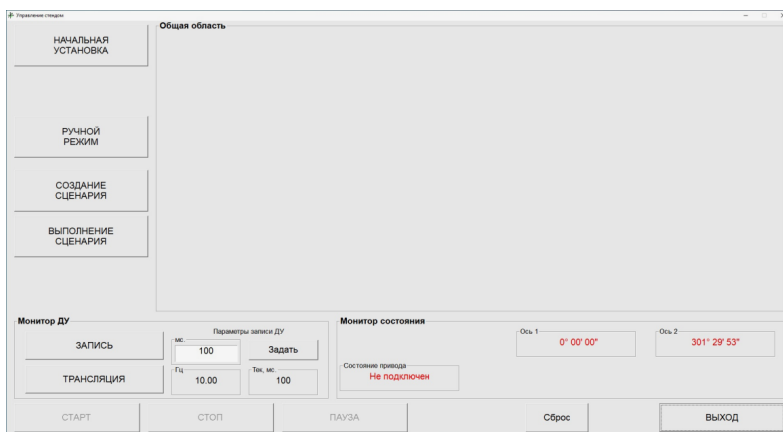

Рис. 4 – Главное окно программы StendControl
- Запустить на персональном компьютере программу StendControl, при этом на экране появится ее главное окно (рис. 4).
После запуска программы StendControl на экране монитора компьютера появится окно, содержащее главное меню программы (рис. 4).